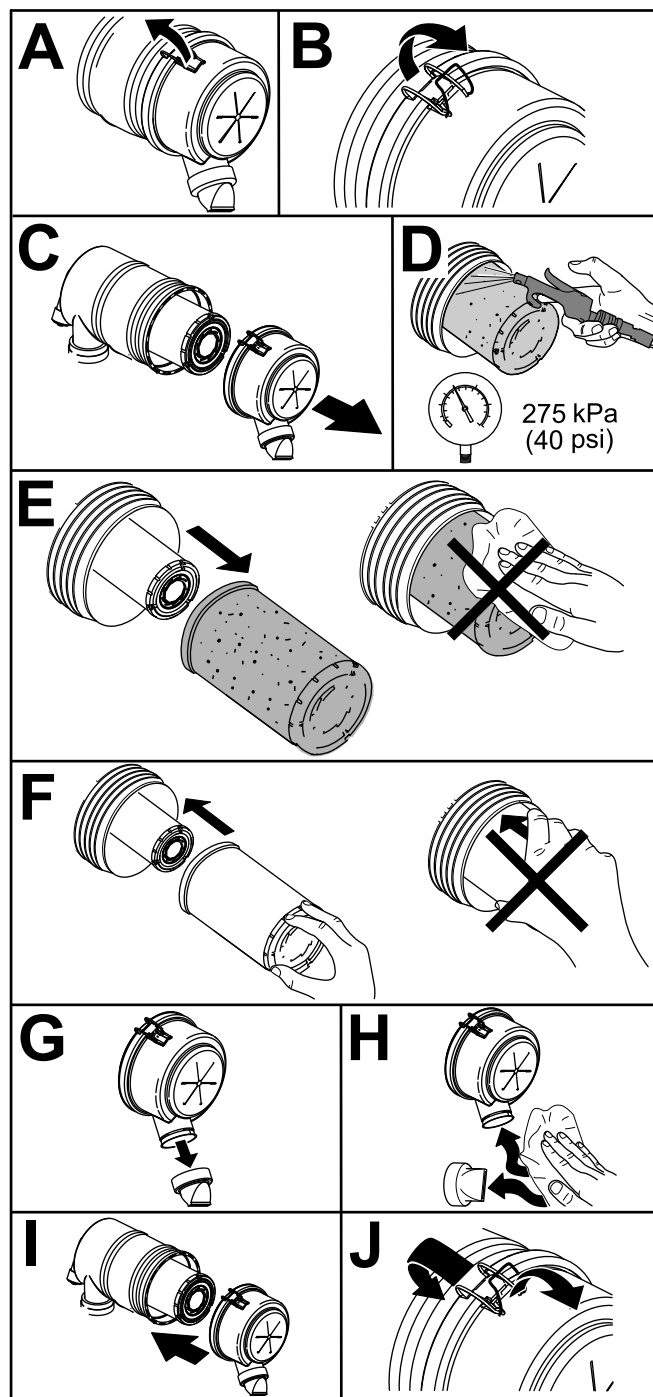

Рисунок 53
1. Замените элемент воздушного фильтра (**Рисунок 53**).